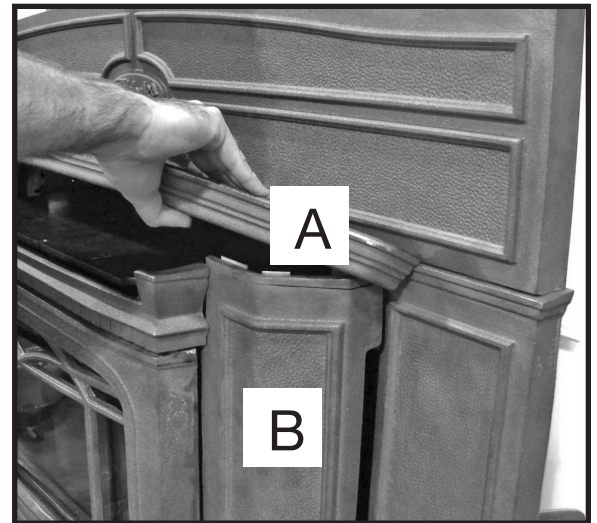

Figure 9: Retrait des boucliers supérieur et de ventilateur.
Le dégagement minimum des matériaux combustibles entourant l'appareil installé dans un foyer en maçonnerie existant ou préfabriqué sont indiqués ci-dessous et (à la Figure 9).
2. Retirez le dessus (A) et le couvercle (B). (Figure 9).